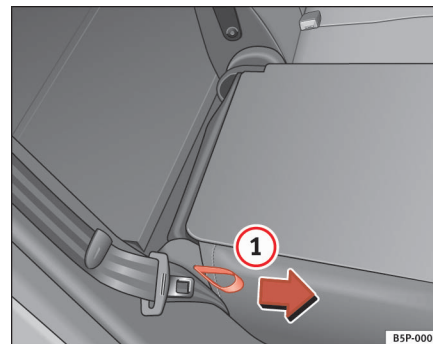

Fig. 100 Sådan klappes bagsæderyglænet frem eller tilbage.
- Træk stroppen på siden af sædet ⇒ fig. 100 ① i pilens retning, og klap ryglænet op, indtil det går i hak.